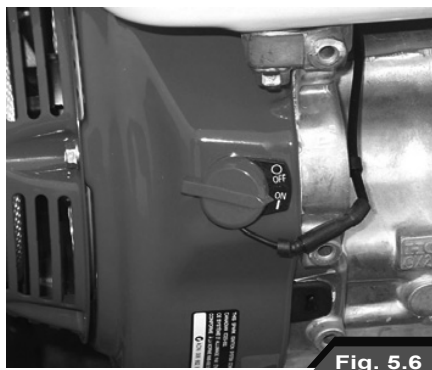

Fig. 5.6
- Posizionare l'interruttore motore ON/OFF su **ON** (Fig. 5.6).
- Afferrare la maniglia dell'avviamento motore (15), tirate delicatamente in modo da favorire l'aggancio dell'arponismo. Successivamente date un energico strattone, se necessario potete aiutarvi appoggiando il piede sulla ruota per imprimere maggiore forza. Ripetete questa operazione dando sempre colpi secchi e decisi sino all'accensione del motore.
- Per spegnere il motore basta posizionare l'interruttore ON/OFF su **OFF** (Fig. 5.6), il motore si fermerà in pochi istanti.